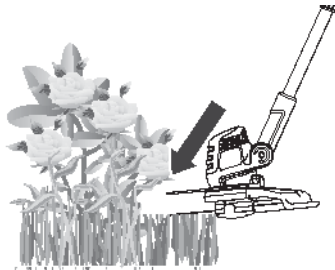

Imagen.22
- > La bordeadora de hierba está equipada con un protector para flores que se puede descender para apartar las flores del hilo cortador y protegerlas (Imagen 22). El protector para flores es un indicador del alcance máximo del hilo cortador.